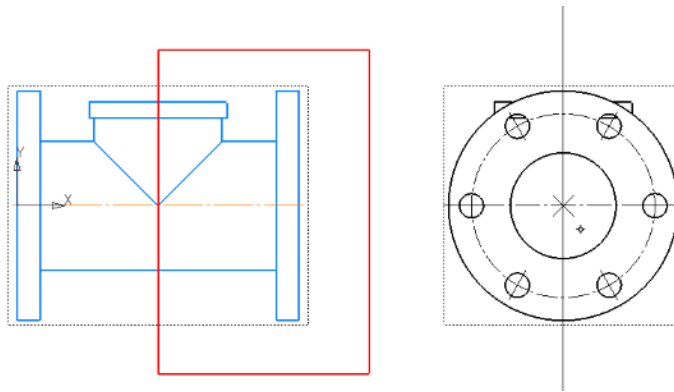
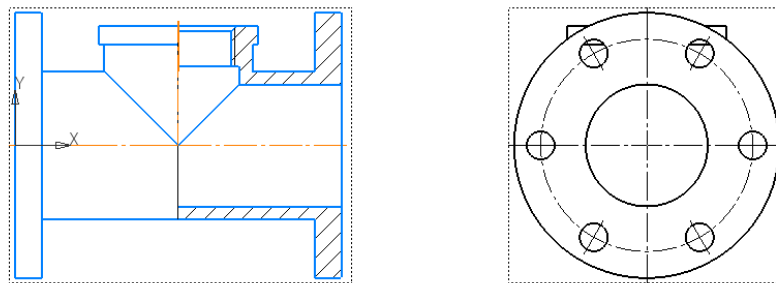

Рис. 20 Параметры команды «Местный разрез»
Рис. 21 Результат команды «Местный разрез» – Фронтальный разрез
Черчение – Геометрия – Прямоугольник по двум точкам (рис. 20). Используя геометрический примитив «Прямоугольник по двум точкам» из панели «Геометрия», выделить половину вида (место расположения фронтального разреза).
- **Черчение – Виды – Местный разрез** (см. рис. 20, рис. 21).